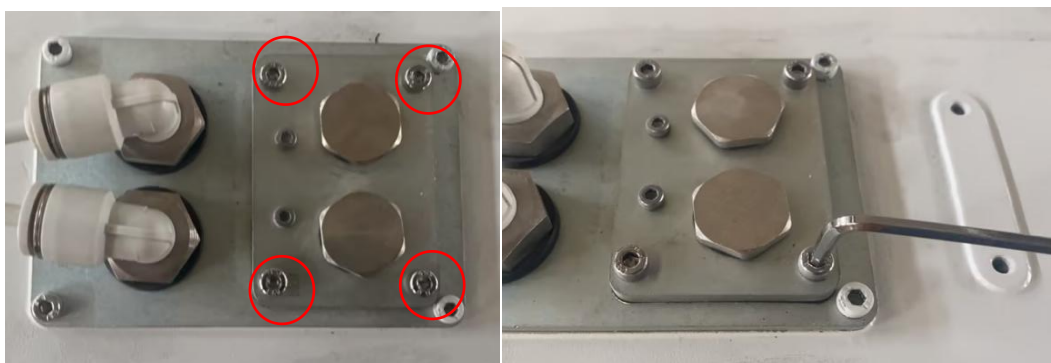

图 3-12 I/O 顶盖螺钉拆卸示意图
1) 拆除图 3-12 示螺钉 (4-M4x8)，使用工具：内六角扳手。